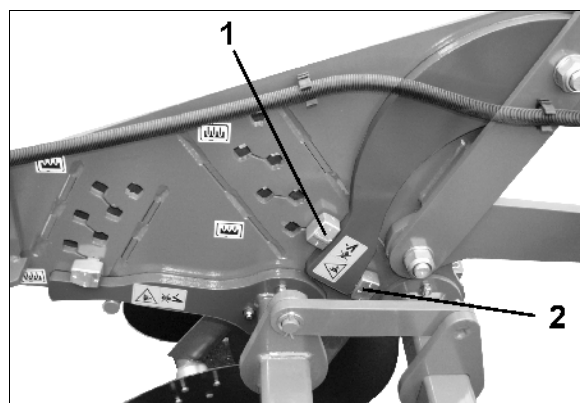

Fig. 31
- Ved å flytte eksenterbolten (Fig. 31/1) til et av hullene
- Ved å dreie eksenterbolten (Fig. 31/1)
De valgte hullene må (Fig. 31/1) stemme overens på begge sidene. Tallene som er slått inn på eksenterboltene, skal stilles likt inn på begge sidene.
Dersom skjærenes jordsøkning ikke er stor nok, skal den 3. eksenterbolten (Fig. 31/2) settes inn i hullet under støttearmen. Derved blir skjærene i tillegg belastet med trommelen.